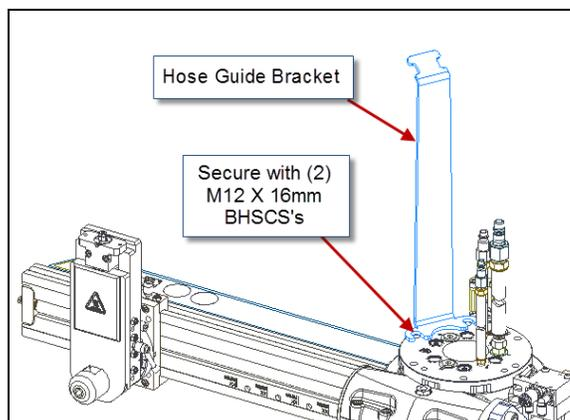

FIGURA 4-1. DETALLE DEL SOPORTE GUÍA DE LA MANGUERA
- Asegúrese de que todas las líneas, cables y mangueras están correctamente conectados y asegurados lejos de las piezas móviles. El kit de herramientas incluye un soporte ligero para fijar las mangueras de la forma mostrada en la Figura 4-1.